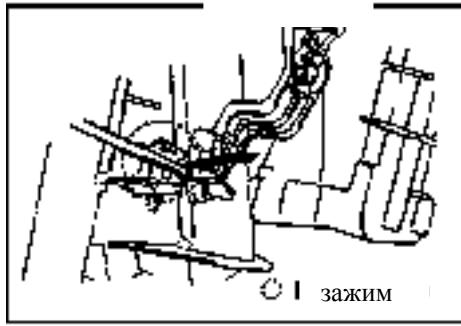

Рис.636.
42. Снимите кабель управления заслонки смещивания воздуха (ручной кондиционер)(рис.636).